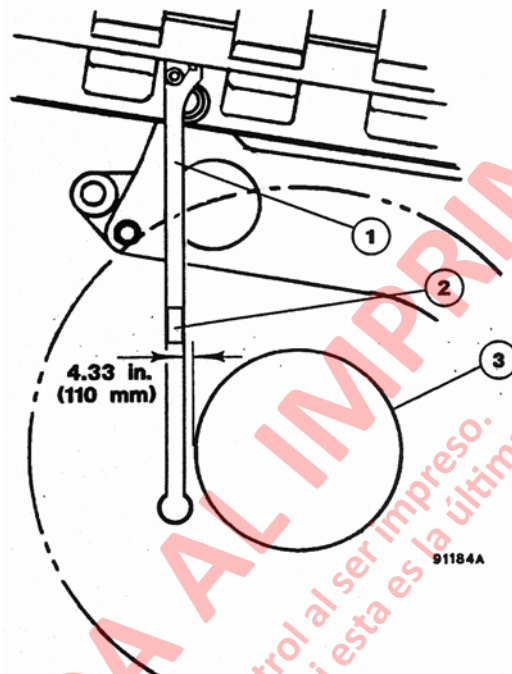
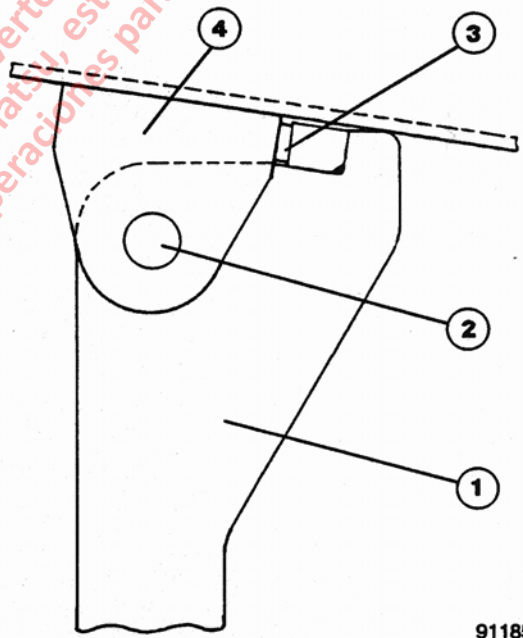

FIGURA 3-7. MONTAJE DEL EXPULSOR DE ROCA
FIGURA 3-8. ABRAZADERA DE MONTAJE DEL EXPULSOR DE ROCA (Vista Detallada)
2. Con el camión estacionado en una superficie nivelada, la estructura del brazo debe estar a aproximadamente 4,33 in. (110 mm) del anillo espaciador de la rueda (3). Vea la Figura 3-7.
NOTA: Con el Brazo Expulsor de Rocas (1, Figura 3-8) colgando en forma vertical, como aparece en la Figura 3-7, no debe haber NINGUN ESPACIO en el Bloque de Detención (3, Figura 3-8).
3. Si se dobla el brazo (1), se debe sacar y enderezar.
4. Se deben cambiar las placas de desgaste (2) si están muy gastadas.
5. Inspeccione los soportes de montaje (4, Figura 3-8), pasadores (2) y trinquetes (3) en cada cambio de turno para ver si hay desgaste y/o daños, y repare de ser necesario.